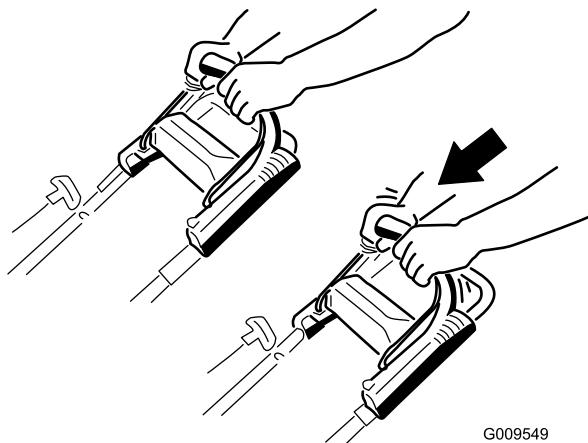

**Figure 19**
- Insérez la clé dans le commutateur d'allumage et tournez-la (modèles à démarrage électrique uniquement ; voir Figure 18) ou tirez la poignée du lanceur (Figure 19).
**Remarque:** Tirez lentement la poignée du lanceur (Figure 19) jusqu'à ce que vous sentiez une résistance, puis tirez vigoureusement. Laissez le lanceur se rétracter lentement jusqu'à la poignée.